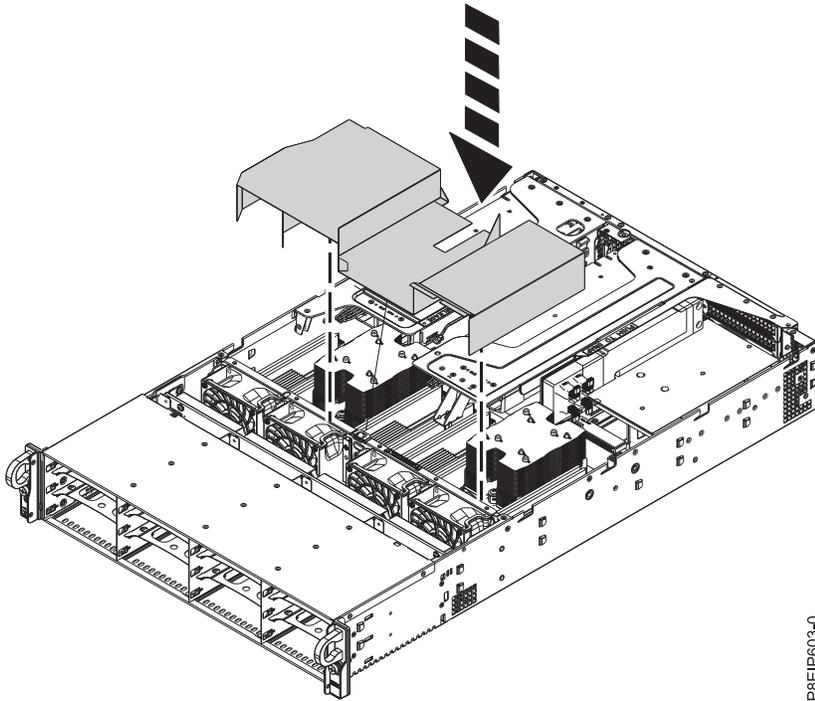

Figura 32. Instalando a placa defletora de ar do processador
6. Se você removeu a placa defletora de ar do processador do sistema, substitua-a. Insira a borda da placa defletora no suporte do ventilador conforme mostrado na Figura 32 na página 34. Em seguida, pressione cuidadosamente a placa defletora para baixo no lugar.